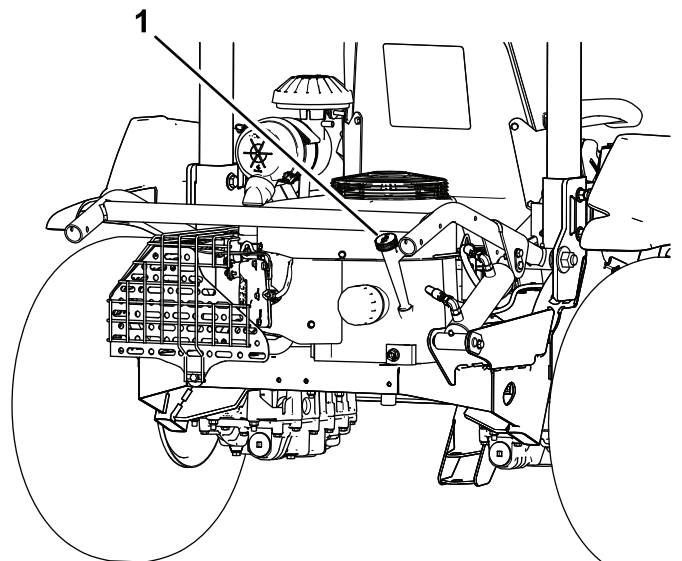

Figure 14
2. Sortez la jauge (Figure 14) et essayez-la sur un chiffon propre (Figure 15).